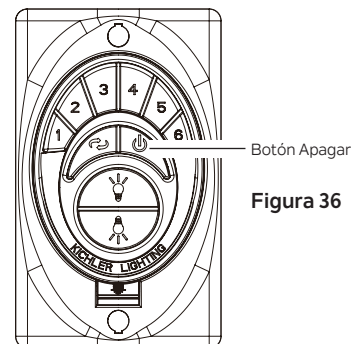

Figura 36
Paso 1. Restaure la alimentación al circuito derivado del ventilador de techo en el disyuntor o en la caja de fusibles. Dentro de los 30 segundos posteriores a la restauración de la alimentación, mantenga presionado el botón **"APAGAR"** en el transmisor durante 5 segundos. **(Figura 36)** El kit de luz (si está instalado) parpadeará una vez y el ventilador emitirá un pitido 3 veces, luego funcionará durante aproximadamente 1 minuto. El kit de luz (si está instalado) parpadeará dos veces y el ventilador emitirá un pitido 4 veces para indicar que el proceso de configuración del control del ventilador está completo.